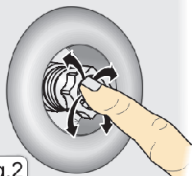

Fig.2
El jet puede orientarse según las preferencias del usuario. Basta con dirigir su rótula orientable mediante el dedo (Fig.2).
- Introdúzcase en el agua y pulse el botón de puesta en marcha (Fig.1). Mediante el dedo puede orientar el jet a la zona del cuerpo que más le interese (Fig.2).